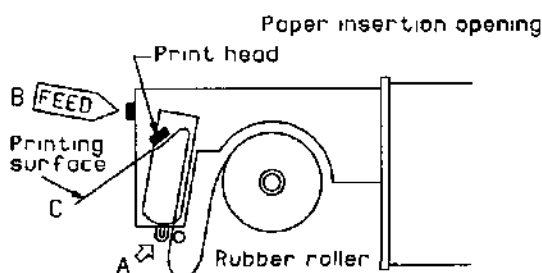

Рисунок 2
3. Осторожно введите бумагу лицевой стороной вниз в просвет для ввода бумаги (A) (рис. 2). Нажимайте на клавишу В подачи бумаги до тех пор, пока последняя не выйдет из печатающей головки (C).